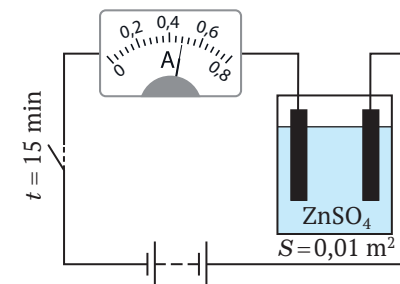

Fig. 2
- În *fig. 2* este dată reprezentarea schematică a circuitului electric, în componența căruia intră un vas cu soluția apoasă a sulfatului de zinc. După datele din figură calculați grosimea stratului de zinc, ce se va forma pe catod în urma electrolizei.